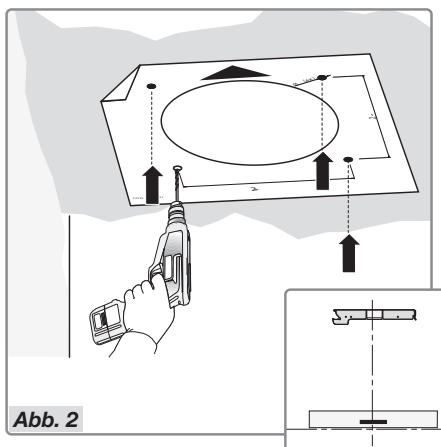

Abb. 2
- Nehmen Sie die Schablone und halten Sie diese an die Decke, vorbei sich der Pfeil an derselben Seite befinden muss wie das Bedienfeld der Abzugshaube (Abb. 2).